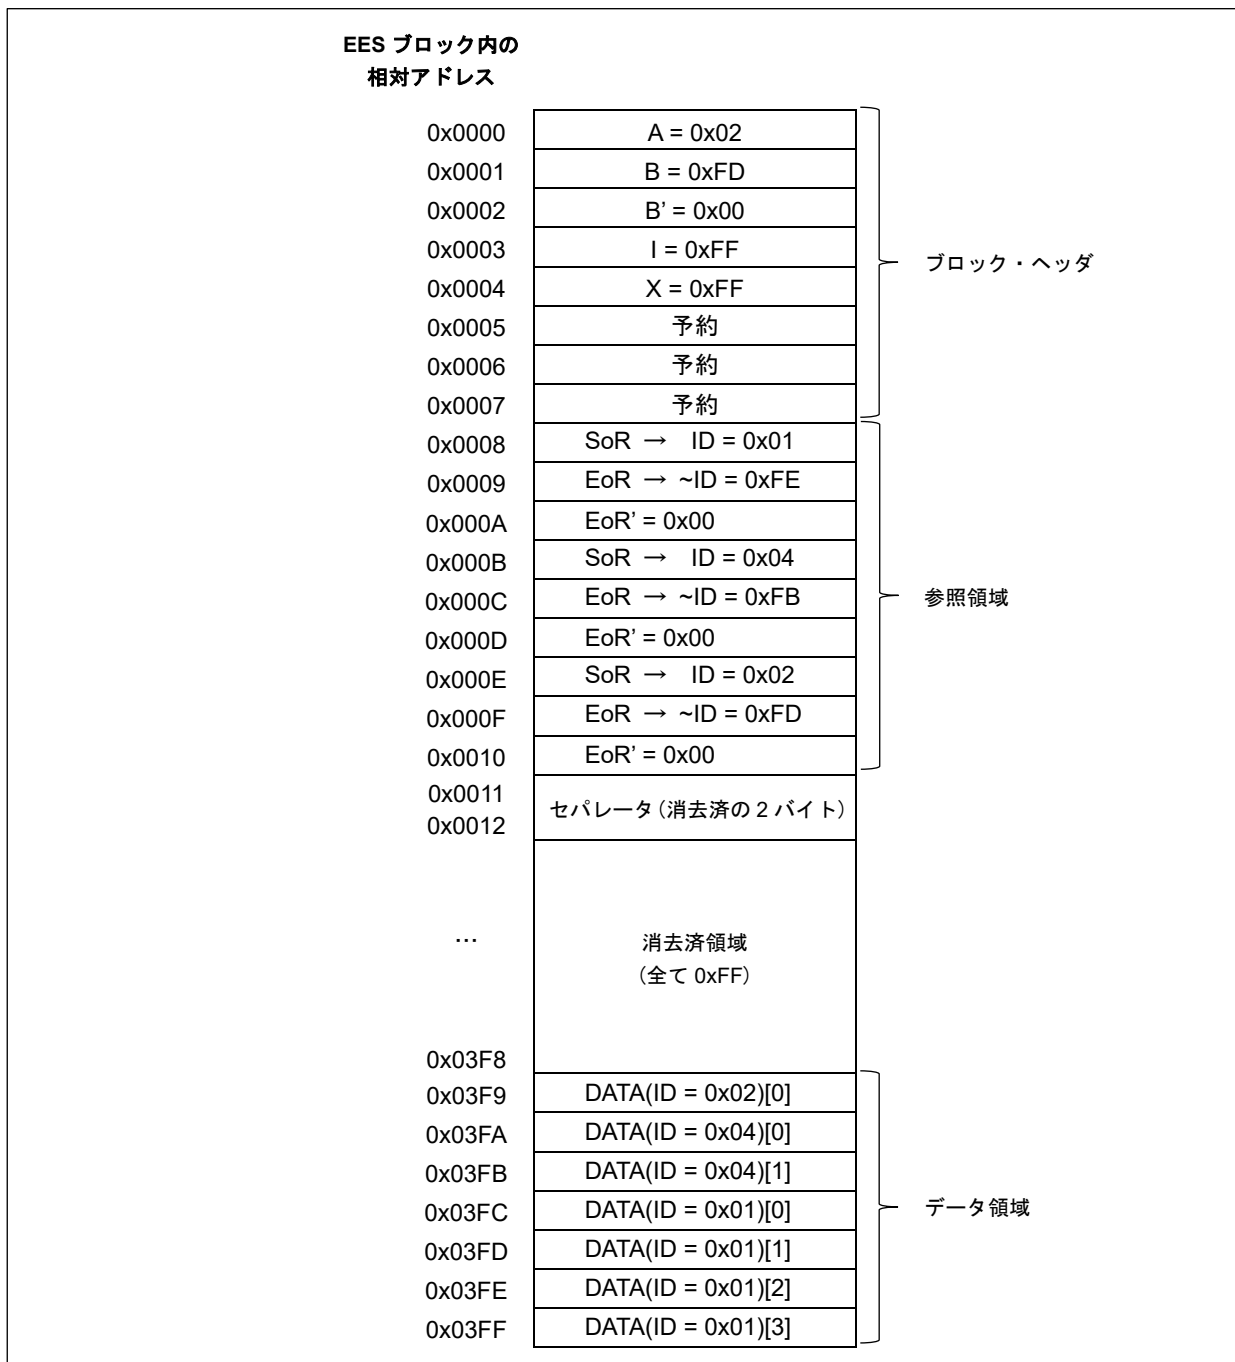

図 3-6 有効な EES ブロックの例
SoR と EoR, EoR'は、データの管理に必要な参照データを構成します。参照データとユーザ・データは有効ブロック内の別々のフィールドに格納されますが、これらのフィールドはそれぞれ参照領域、データ領域と呼ばれます。データの全体構造の使用例を「図 3-6 有効な EES ブロックの例」に示します。
データフィールド	データフィールドにはユーザ・データが格納されています。データ範囲は 1~255 バイトです。 サイズが 2 バイト以上のデータの場合、小さいアドレスのデータが、データフィールドの小さいアドレス側に格納されます (図 3-6 で確認してください)。
- 「図 3-6 有効な EES ブロックの例」に、複数の格納データを含む EES ブロックの例を示します。: